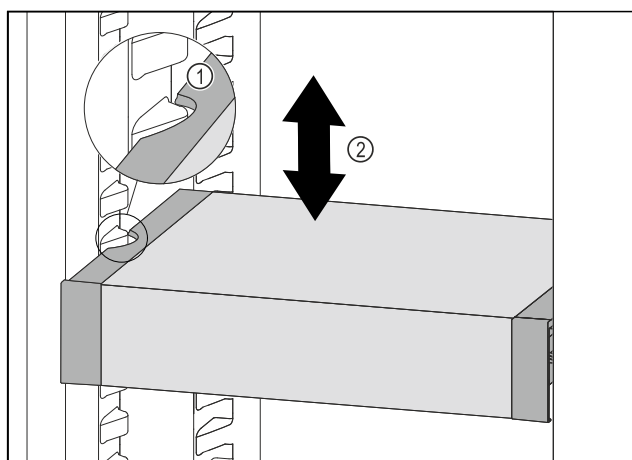

Fig. 91
- ▶ VarioSafe w chłodziarce przesunąć w górę lub w dół, aż zostanie osiągnięta żądana wysokość. Fig. 91 (2)